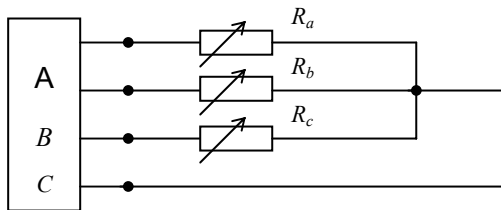

Рис. 8.2
- а) добавить к исследуемой цепи нейтральный провод (см. рис. 8.2);